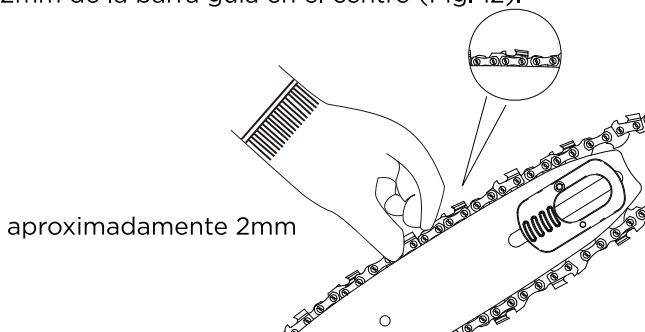

Fig. 12
4. Compruebe la tensión de la cadena con una mano mientras tira hacia arriba de la cadena contra el peso del producto. La tensión correcta de la cadena se logra cuando la cadena de la sierra se puede levantar aproximadamente 2mm de la barra guía en el centro (Fig. 12).